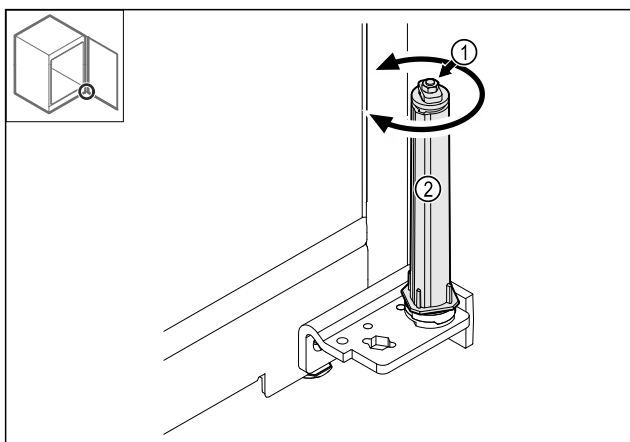

Fig. 40
- ▶ Ikke demonter skruforbindelsen Fig. 40 (1) til låsesystemet.
- ▶ Drei låsesystemet Fig. 40 (2), til det klikker.